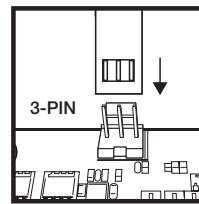

Figure 2
- > Connectez le câble tachymètre de la pompe au cavalier CPU_FAN de votre carte mère (Figure 2).